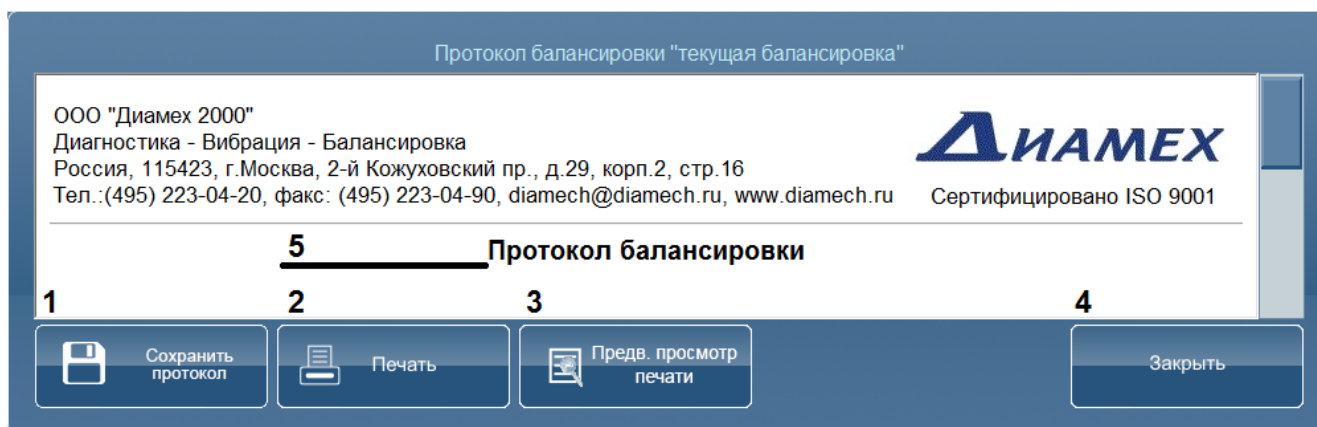

Рис.7.19
7. Кнопка «Протокол» - для формирования протокола, открытия окна «Протокол», его сохранения на внешний носитель или в сети, вывода данных на печать и предварительного просмотра печати (см.рис.7.19);